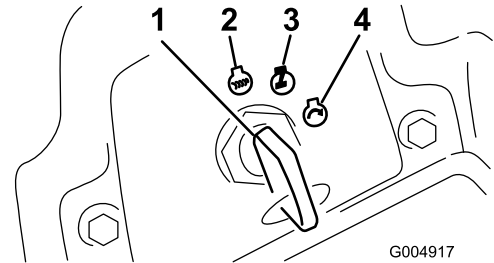

Bild 19
6. Drehen Sie den Zündschlüssel nach rechts in die Lauf-Stellung (Bild 19).
3. Drehen Sie den Zündschlüssel auf die Aus-Stellung (Bild 19). Warten Sie, bis alle sich bewegenden Teile zum Stillstand gekommen sind, bevor Sie die Bedienungsposition verlassen.